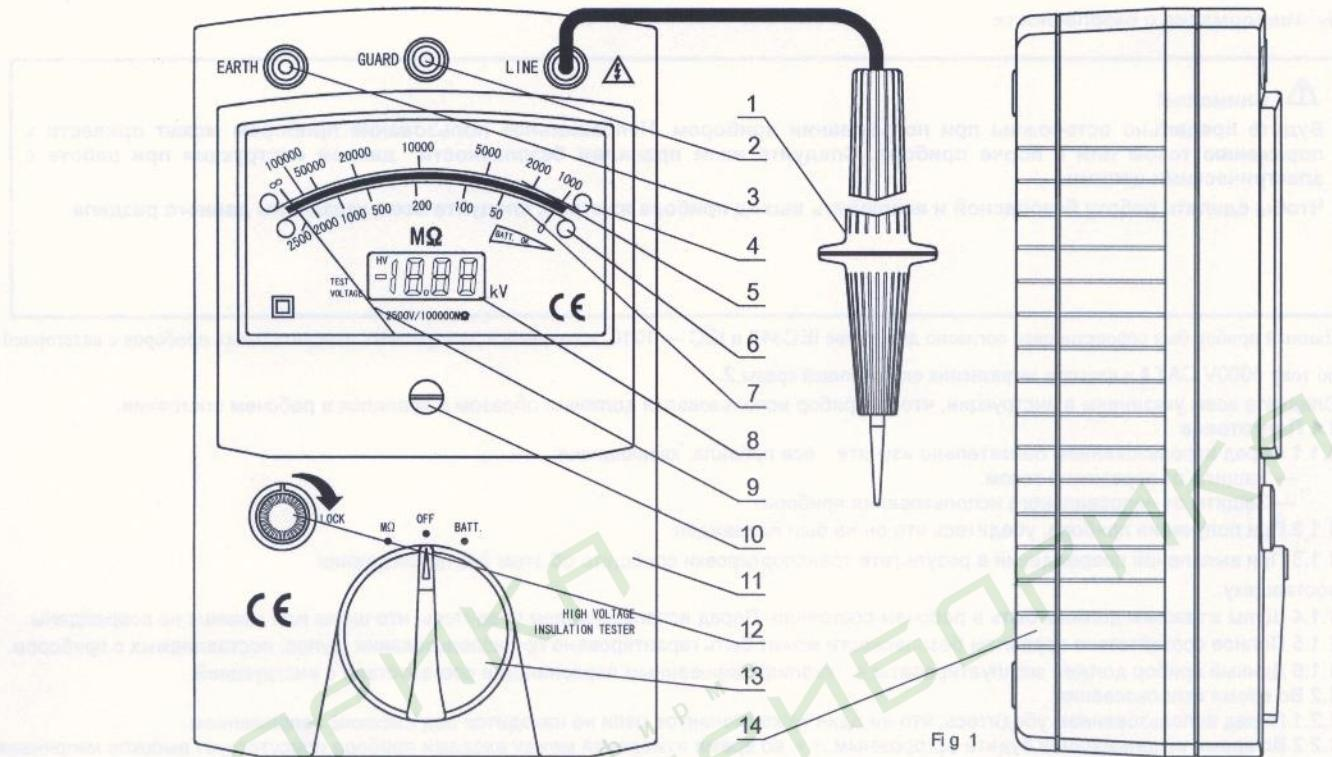

Fig 1
2.1 Описание органов управления и индикации (рис. 1)